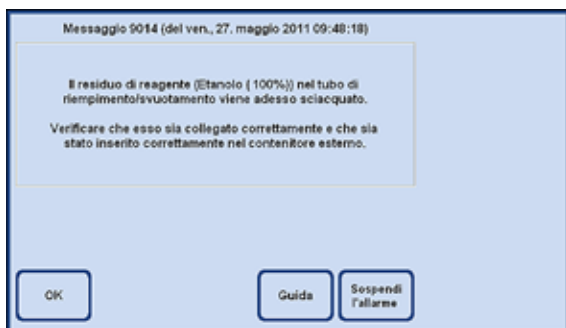

Fig. 172
- Dopo che la stazione scelta è stata riempita con un reagente, si apre una finestra informativa (fig. 172) nella quale viene indicato che il tubo flessibile per il riempimento/svuotamento senza contatto viene spurgato con aria.